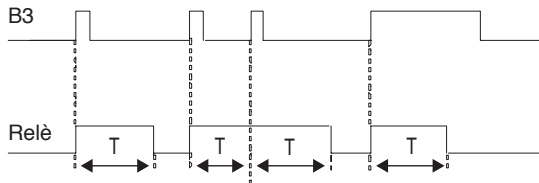

Fig. 12
- ON/OFF monoestables: mando con botón (local y/o remoto) para luces de escaleras o pasillos con apagado automático (véase Fig. 12)